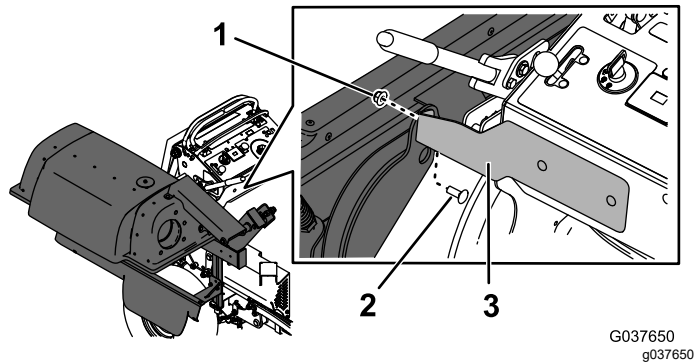

Figura 16
4. Sujete el bastidor del ensacador al soporte de montaje delantero con un perno de cuello cuadrado ($\frac{3}{8}$ " $\times$ 1") y una tuerca ($\frac{3}{8}$ "), según se muestra en **Figura 16**.